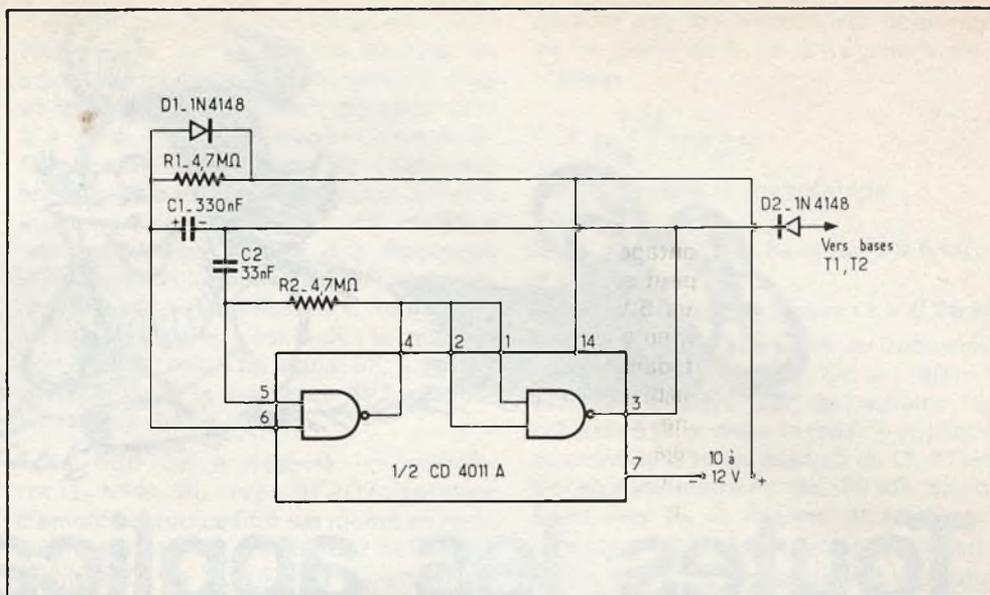
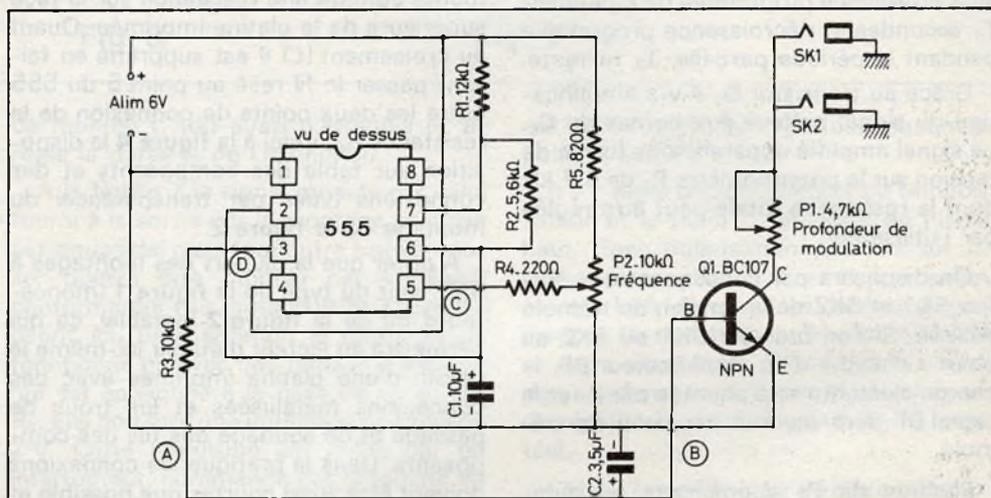
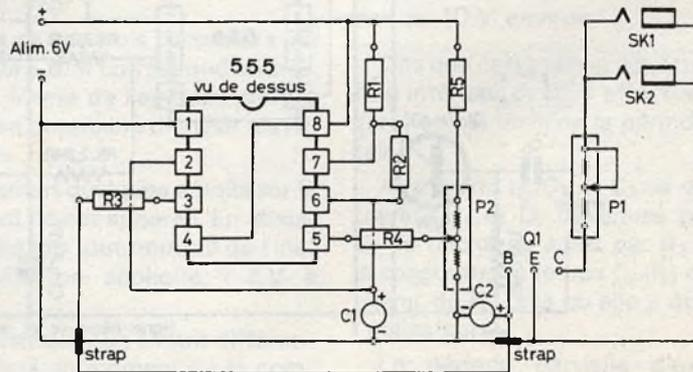

Fig. 4. - Multivibrateur à fort rapport cyclique, adaptable au circuit de commande de triac de la figure 3.
Fig. 2
Fig. 4
Dans le cas du multivibrateur de la figure 2, le rapport cyclique (rapport entre les durées des deux alternances) est toujours voisin de l'unité. On peut certes le modifier quelque peu, en appliquant une polarisation auxiliaire sur l'entrée 9, mais il n'est guère possible d'obtenir ainsi, de façon fiable, des rapports cycliques très différents de l'unité.
Dans le montage de la figure 4, on peut agir, par des éléments distincts, sur la durée des deux alternances. Par C1, R1 on détermine la durée du cycle long, et par C2, R2, celle du cycle court. Si on utilise des valeurs égales pour R1 et R2, le rapport cyclique est assez exactement égal au rapport entre les capacités du montage. Dans le cas de l'exemple, on obtient ainsi une impulsion (sortie 3 positive) de 0,1 s toutes les secondes. Comme précédemment, les durées d'alternances sont proportionnelles à la fois aux valeurs des résistances et des capacités. Pour C1, l'utilisation d'un condensateur polarisé (électrolytique) est possible, alors que C2 doit être un « non polarisé », à moins qu'on n'utilise, comme cela avait été indiqué dans la figure 2, deux condensateurs polarisés, connectés en série et en opposition.
Le schéma de la figure 2 est dû à Sudarshan Sarpangal. Il a été commenté par son auteur dans Electronic Engineering, volume 51, n° 617.
Le point 1 va à la masse. Les points 2 et 6 sont réunis et il y a un croisement (D) qui sera éliminé en faisant passer la connexion 2-6 entre les points de branchement de  $R_3$ . Le croisement (A) sera éliminé par un « strap » et il en sera de même du croisement (B). Le strap est un fil monté comme une résistance sur la face supérieure de la platine imprimée. Quant au croisement (C) il est supprimé en faisant passer le fil relié au point 5 du 555 entre les deux points de connexion de la résistance  $R_4$ . Voici à la **figure 4** la disposition sur table des composants et des connexions (vues par transparence) du montage de la **figure 2**.
A noter que la plupart des montages à 555 sont du type de la **figure 1** (monostable) ou de la **figure 2** (astable), ce qui permettra au lecteur d'établir lui-même le dessin d'une platine imprimée avec des connexions métallisées et les trous de passage et de soudage des fils des composants. Dans la pratique les connexions doivent être aussi courtes que possible et les straps doivent être adaptés chaque fois que l'on pourra éviter une connexion longue pouvant donner lieu à de l'instabilité.